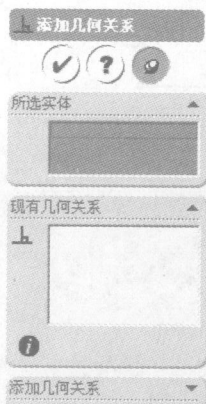

图 1-3 “添加几何关系”属性管理器
- (1) 单击几何关系工具栏上的“标注几何关系”图标按钮, 打开如图 1-3 所示的对话框。
- (2) 在“所选实体”列表框中选取要添加几何关系的草图实体。
- (3) 在“添加几何关系”选项组中选取要添加的几何关系类型。系统会根据选取的几何元素自动判别可供加入的几何关系, 并呈可选状态。
- (4) 单击“确定”图标按钮, 将指定的几何关系添加到所选几何实体。